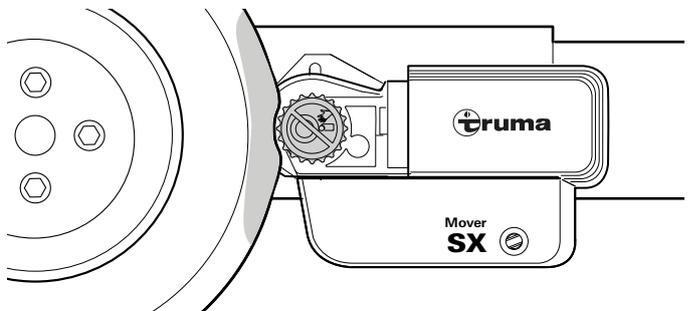

Fig. 15
- Les rouleaux d'entraînement sont enfoncés d'environ 20 mm dans les pneus des deux côtés (Fig. 15).